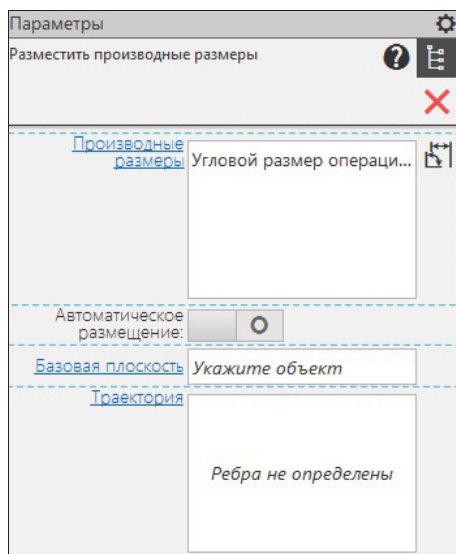

Рис. 28.11. Панель Параметры:
- ◆ укажите размер для редактирования, например угловой размер. На панели **Параметры: Разместить производные размеры** (рис. 28.11) в окне **Производные размеры** появится надпись **Угловой размер операции**;